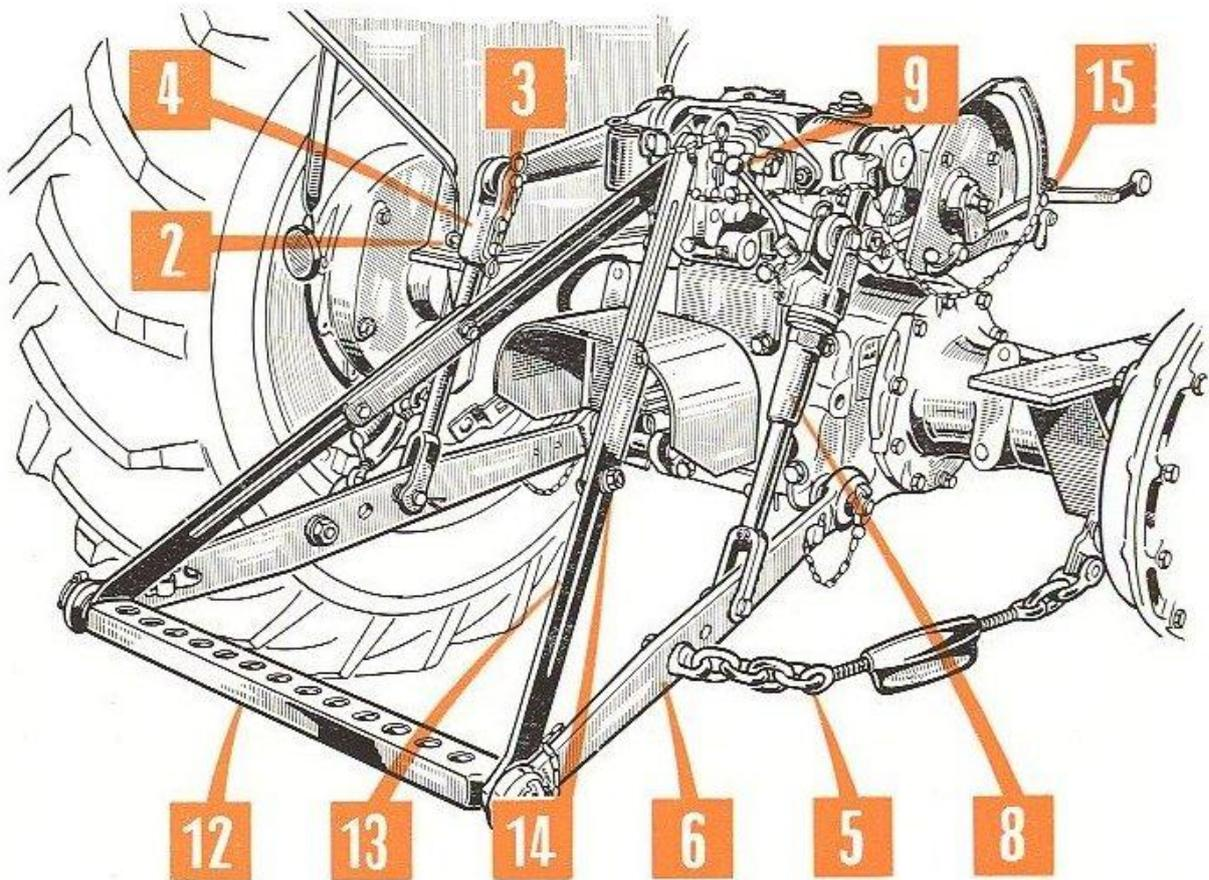

FIG. 20. — Système d'attelage 3 points
C) RÉGLAGE DU SYSTÈME D'ATTELAGE 3 POINTS (fig. 20)
(fig. 20)